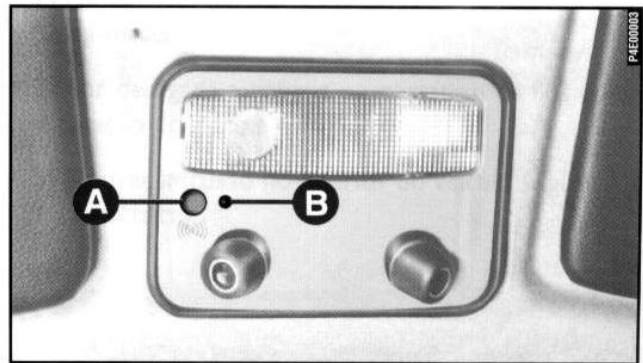

fig. 6
1) Com o motor funcionando, pressionar rapidamente o botão **A** fig. 6, desligar o motor e ativar o alarme eletrônico dentro de 8 segundos.
Se, ao ativar o sistema de alarme, o bip for acompanhado (após um segundo) de um outro bip mais longo, aconselha-se a recontrolar o fechamento das portas, do capô do motor e do porta-malas. Controlar também as duas cápsulas de ultra-som no conjunto da luz interna **fig. 6**. Em seguida, tentar ativar o alarme eletrônico novamente. Se a situação se repetir, dirigir-se à **Rede Assistencial Fiat**.